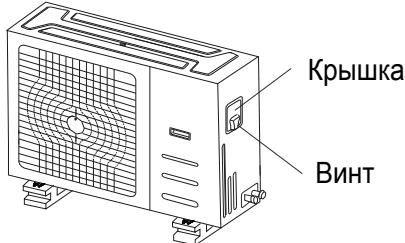

Рис. 8.1
- Снимите крышку распределительной коробки наружного блока. Если на вашей модели нет такой крышки, отверните винты на сервисной панели и снимите с нее кожух (см. рис. 8.1, 8.2).